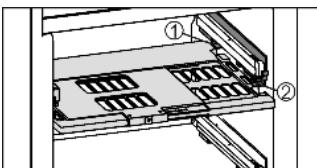

Fig. 14
- ▶ Установка пластины регулировки влажности: попречные ребра крышки на пластине вставить через низ в задний держатель *Fig. 14 (1)* и защелкнуть спереди на держателе *Fig. 14 (2)*.